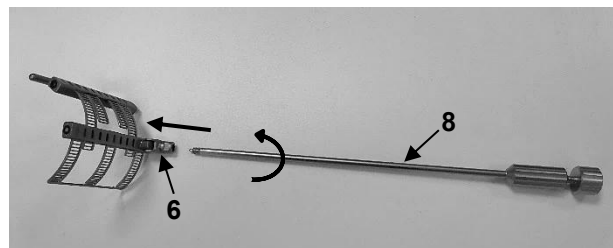

fig. 7
För att höja eller sänka Treede Maxposition-bladet måste hakskenan MRN-3 (8) först skruvas in medurs i gängan på leden (6) (fig. 7).